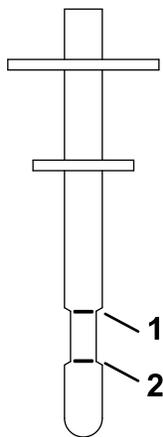

Figura 62
7. Posizionate l'asta di livello nel collo del bocchettone di riempimento, quindi estraetela e controllate il livello del fluido (Figura 62).